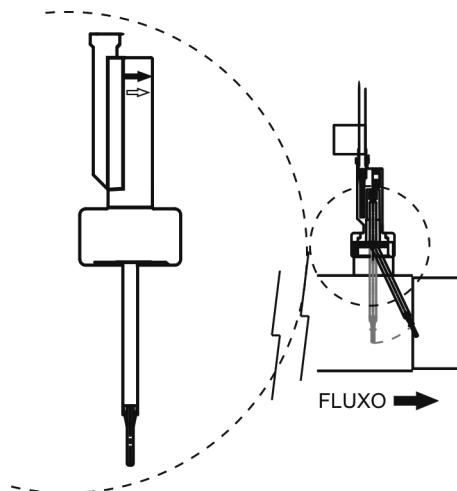

Fig. 11b
3. Existe uma seta marcada na cabeça do detector de fluxo. Assegure-se de que a seta fica paralela ao eixo da tubagem e aponta para a direcção do fluxo de água (Fig. 11b).